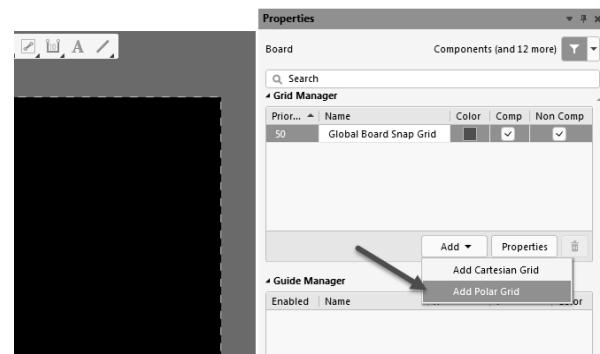

图 12-50 添加极坐标
(1) 新建一个 PCB 文件，按快捷键“EOS”，在空白处设置一个原点，并单击鼠标右键，选择执行命令“选项-栅格管理器”，进入栅格管理器。
(2) 在如图 12-50 所示的栅格管理器中，默认存在一个全局栅格，我们不去管它，单击“Add”按钮，选择“Add Polar Grid”(添加极坐标)命令。